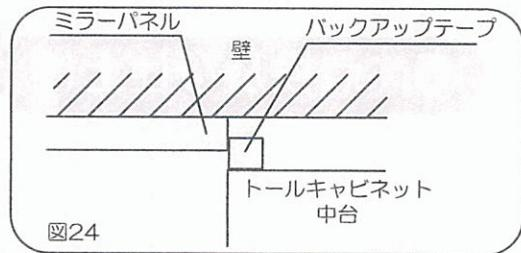

図24
4)付属のバックアップテープを中間棚の背面パネル寄りの位置に取付けてください。(図24)